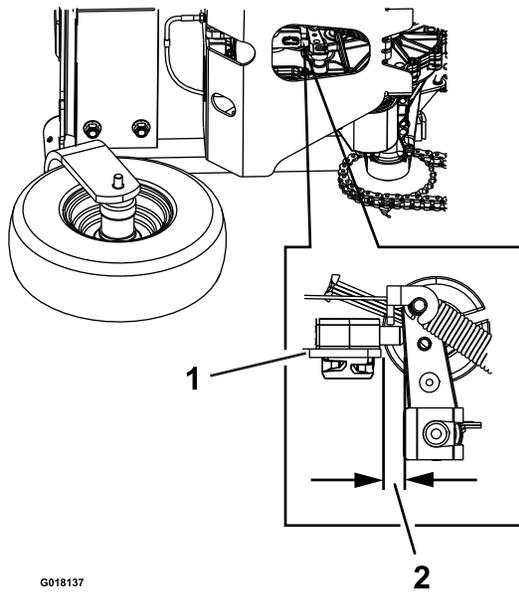

Figura 17
5. Compruebe la distancia entre el soporte del interruptor del freno de estacionamiento y el soporte del brazo del freno hidrostático. La distancia debe ser de 3,2 mm. Ver Figura 17.